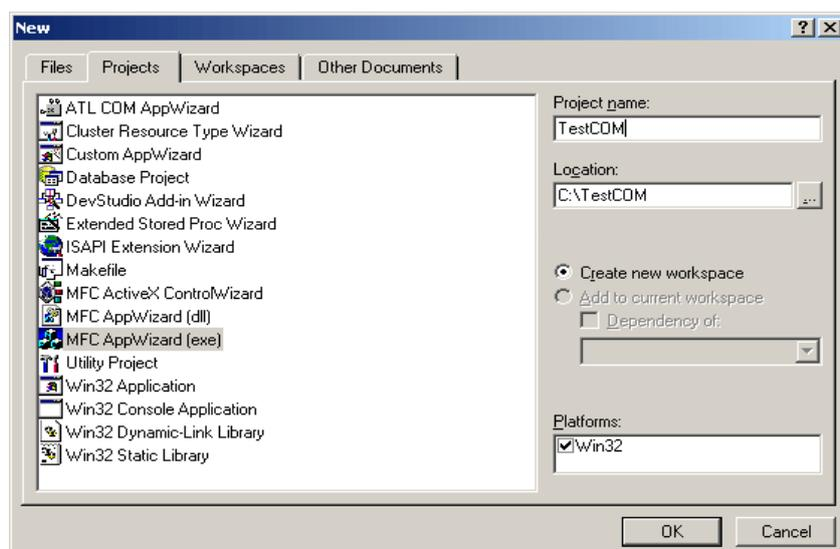

Рис. 81. Новый проект на основе диалогового окна
1. Создать новый проект MFC и указать его имя, TestCom (рис. 81). Выбрать вариант построения на основе диалогового окна.